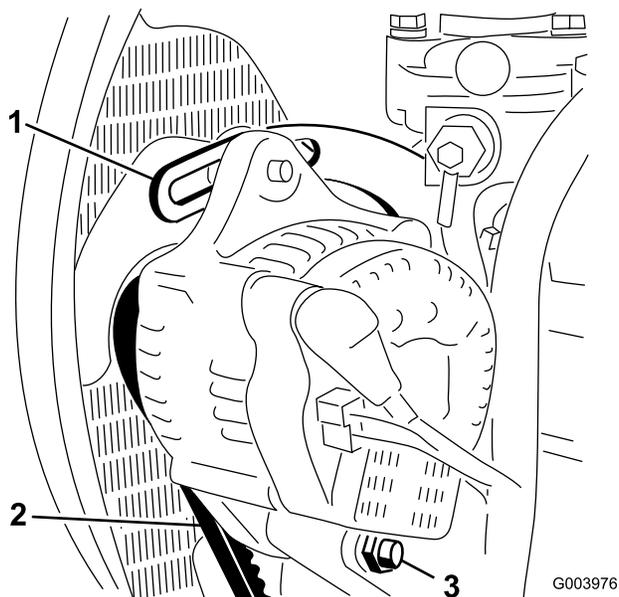

Bild 70
2. Prüfen Sie die Spannung des Treibriemens, indem Sie eine Kraft von 10 kg in der Mitte zwischen der Lichtmaschine und der Kurbelwellenscheibe ansetzen (Bild 70).
3. Lockern Sie die Schraube, mit der die Strebe am Motor befestigt ist, die Schraube, mit der die Lichtmaschine an der Strebe befestigt ist sowie die Drehschraube (Bild 70).